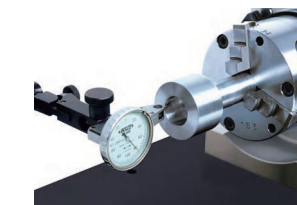

fig. 6
- É necessário selecionar o orifício de montagem adequado de acordo com a peça de trabalho, segurar a parte de fixação (fig. 6) após bloquear a chave e apertá-la no sentido horário. É necessário limpar as garras e a peça antes da medição.